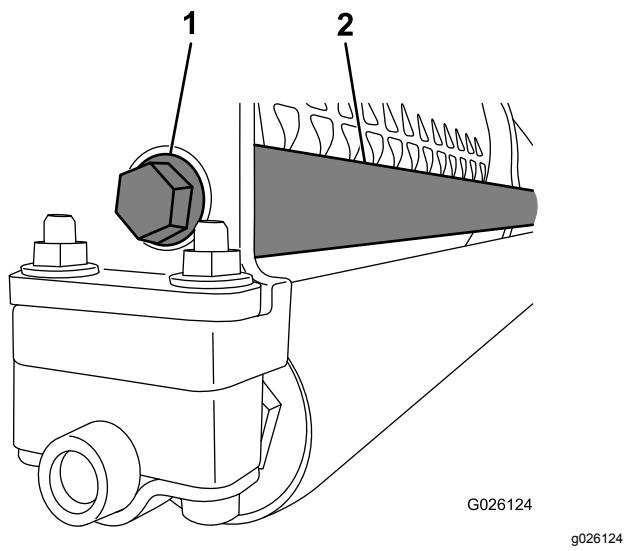

図 6
- フランジヘッドボルトを使って、ウェイトロッドのねじ切り側の端部をフレームに固定する **図 6**。